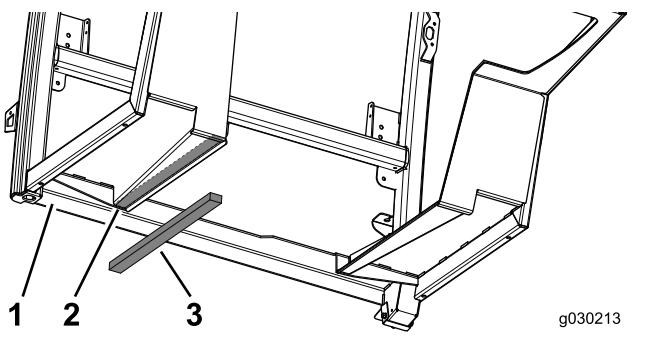

Figure 6
- Appliquez 1 des joints de plancher sur le côté gauche de la cabine (Figure 6).